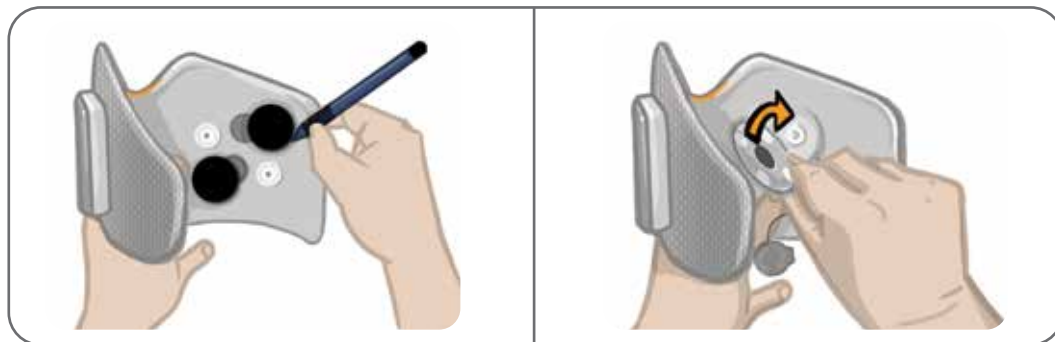

Figura 8-7: Marcarea poziției bazei pentru electrozi (Stânga)
2. Marcați poziția electrodului bazelor pentru electrozi folosite de pe interiorul jambierei cu un marker permanent. Consultați Figura 8-7.